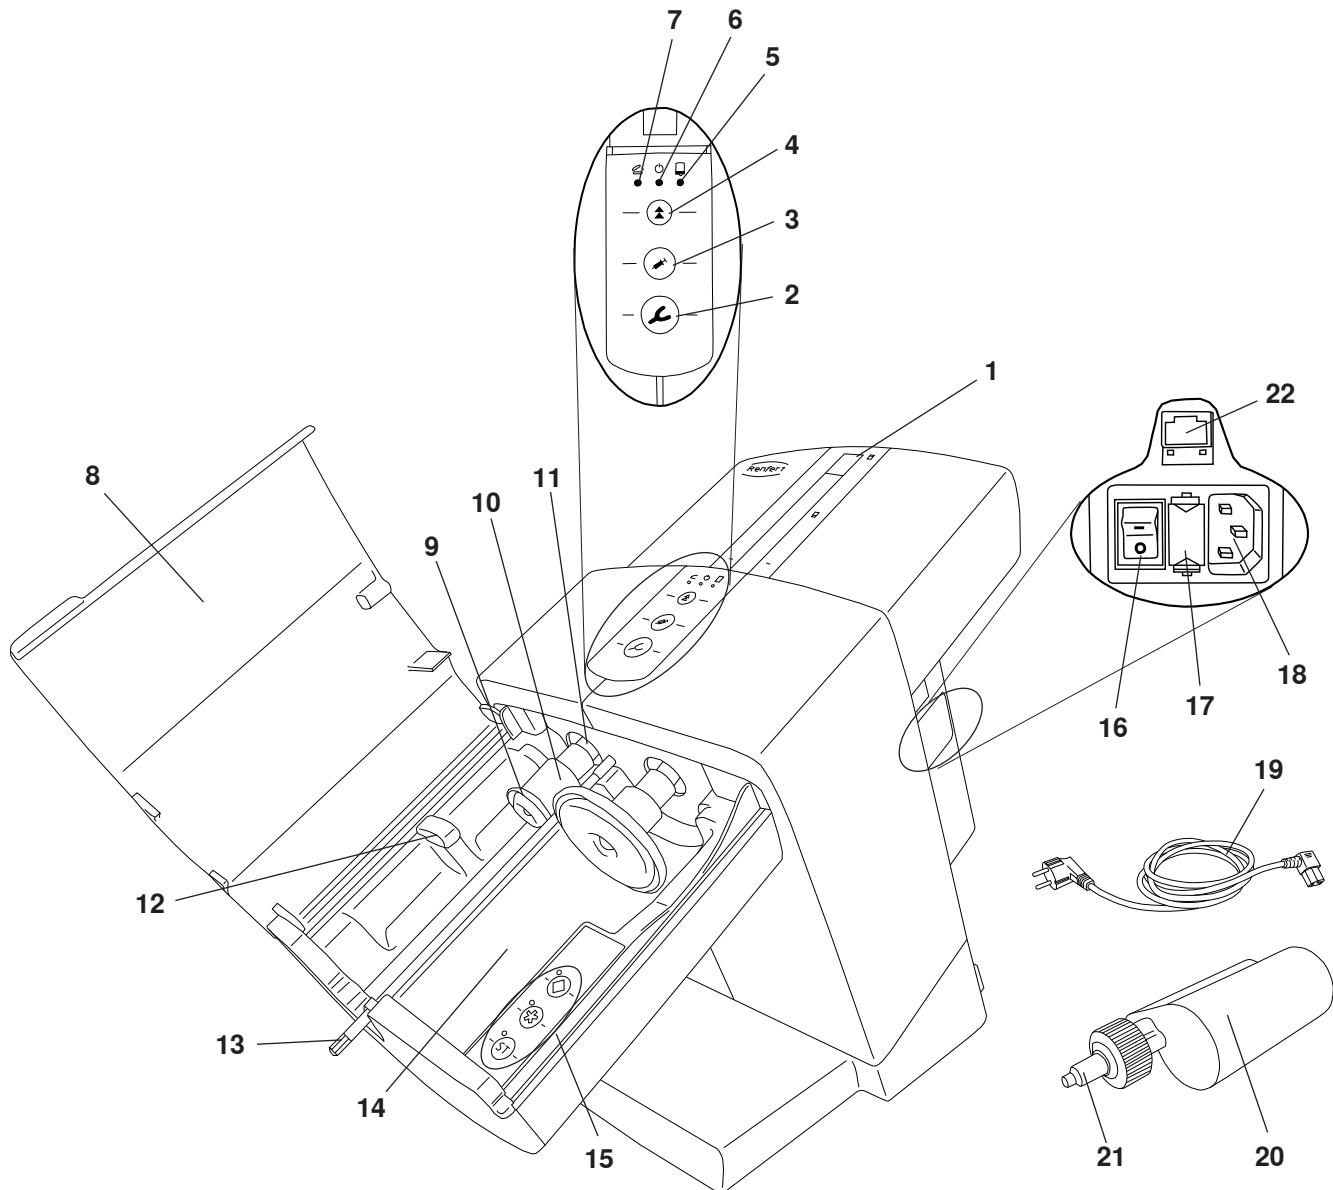

图 1
⇒ 将随附的电源线(图 1 中的 19)连接到电源接口插座 (18)。
⇒ 关闭机器盖(图 1 中的 8)。
◆ 压力盘(图 1 中的 9)缩回到其停止位置。
仅当两个压力盘(图 1 中的 9)都在其原始位置时才能安装或更换材料盒。
⇒关闭机器盖(图 1 中的 8)。
⇒打开机器盖(图 1 中的 8)。
只有正确安装材料盒之后,机器盖才会关闭。在正确关闭机器盖之前,红色的“机器盖打开”LED 指示灯(图 1 中的 7)将一直保持点亮状态。
- ⇒按前进键 (2) 或 (3)(取决于所需的速度或功能):
- 印模托盘 (2), 快速挤出
- 或分配器 (3), 慢速挤出
- ◆混合六角驱动器(图 1 中的 13)开始旋转并自动穿入混合喷嘴(图 1 中的 21), 然后再次停止。